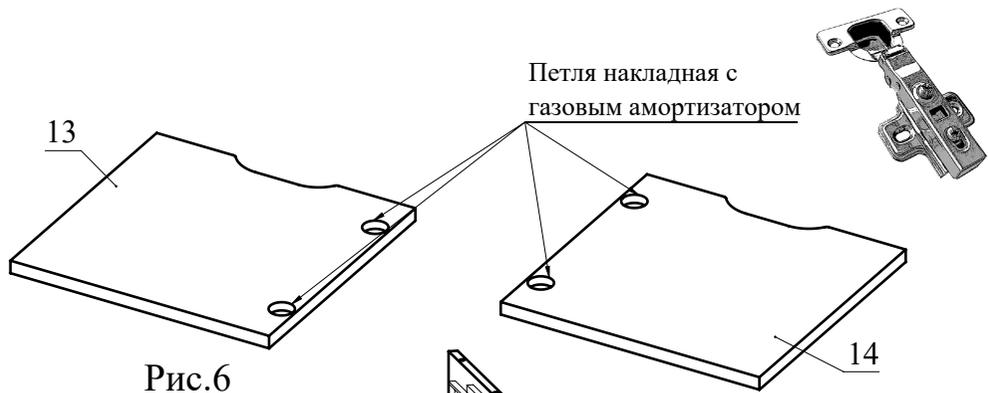

Рис.6
5. На деталях 13, 14 закрепите петли накладные с помощью шурупов 3,5х16 (Рис. 6).